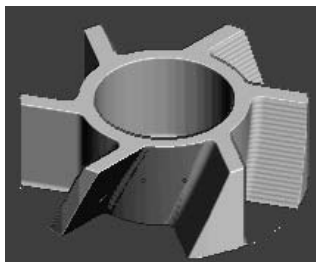

图 5-195 仿真加工结果
2) 在“仿真”工具栏的“当前刀具路径”下拉列表中选择要模拟的刀具路径 finish3, 然后单击“执行”按钮, 系统开始自动仿真加工, 仿真加工结果如图 5-195 所示。